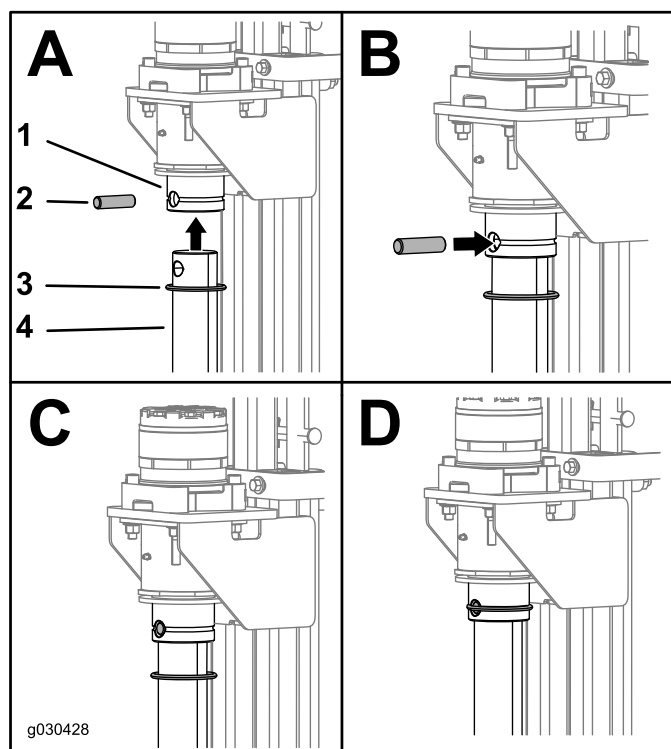

Figura 3
Instale las estacas nuevas alineando el taladro de la estaca con el acoplamiento del motor, y sujételas con las juntas tóricas y los pasadores incluidos en este kit (Figura 3).
8. Instale las estacas nuevas alineando el taladro de la estaca con el acoplamiento del motor, y sujételas con las juntas tóricas y los pasadores incluidos en este kit (Figura 3).